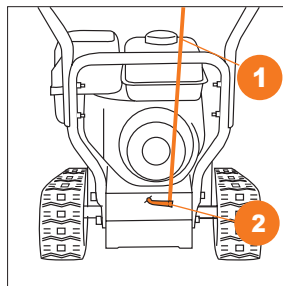

Рис. 7
- Присоедините штангу рычага выбора передач **1** к кронштейну привода **2** расположенного в нижней части снегоуборочной машины и зафиксируйте шплинтом (Рис. 7).